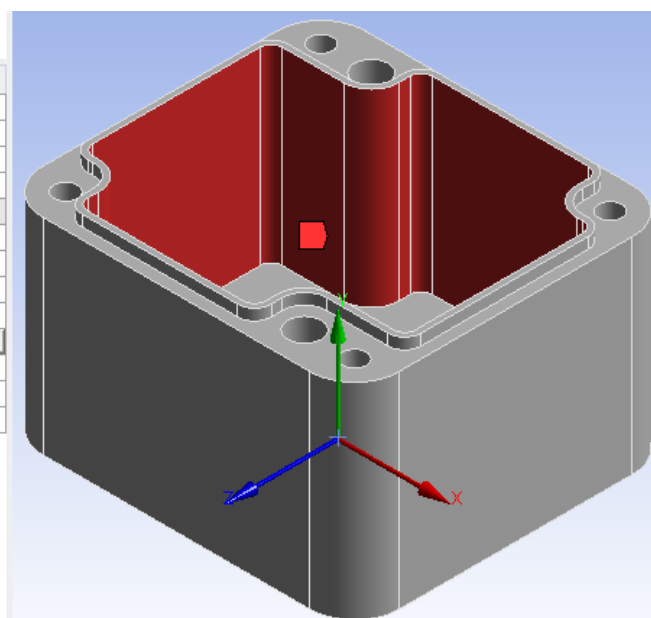

Рисунок 63 – Приложение давления
– Второй статический анализ: зафиксировать нижнюю плоскость и воздействовать на внутренние плоскости давлением (Pressure), соответствующим варианту из таблицы 3 (рисунок 63).